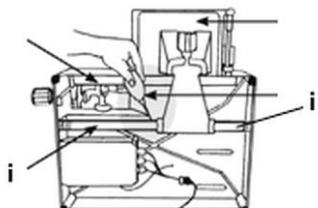

Рис. 16
3. Нанести трохи машинного мастила на обидва кінці осі візка (i) ( рис. 16).